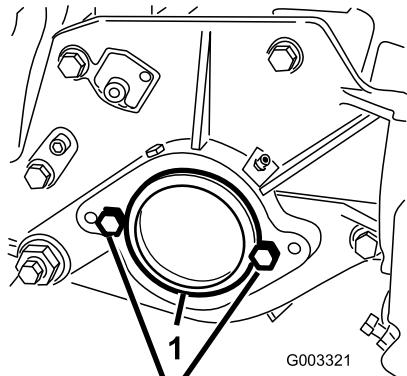

Figure 7
3. A l'extrême droite du plateau de coupe, retirez l'obturateur en plastique du logement de roulements (Figure 7).
4. Enlevez les 2 boulons de la plaque latérale droite (Figure 7).
2. Boulons (2)
6. Montez et serrez légèrement les 2 boulons de fixation du moteur de cylindre sur la plaque gauche du plateau de coupe (Figure 7).